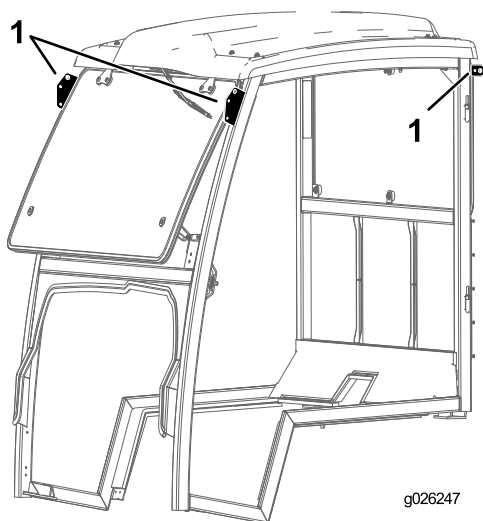

Figure 31
5. Tenez le cadre de la cabine par les points de levage et placez-le sur la machine (Figure 31).